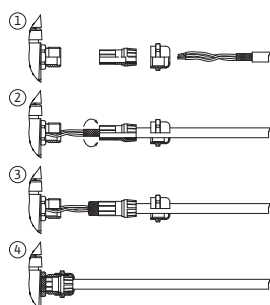

Fig. 25: Skärmklämma
Skärmen ansluts till kabelgenomföringen på elektronikmodulen. Se Fig. 25.
Kablarna till de digitala ingångarna, analoga ingångarna och busskommunikationen måste vara avskärmade via metallkabelförskruvningen till kabelgenomföringen (Fig. 19, pos. 4, 5 och 6). Avskärmning se Fig. 25.
1. Öppna försiktigt snäppkrokarna (Fig. 25) med ett verktyg (till exempel en skruvmejsel).